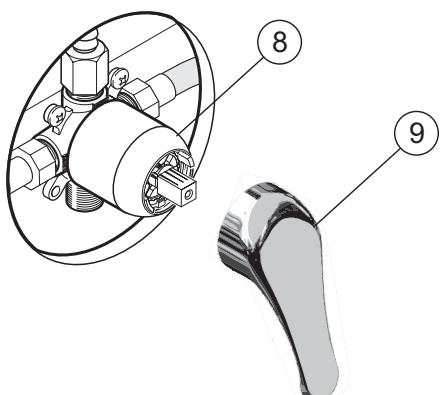

Fig. 2
Before proceeding with the final assembly, make sure plumbing is watertight. To proceed with testing, temporarily assemble lever (9) to faucet (Fig. 2) and turn water on.
Avant de terminer l'installation, assurez-vous que la plomberie est tout à fait étanche. Pour ce faire, assembliez temporairement la poignée (9) du robinet (Fig. 2) et ouvrez l'alimentation en eau.
Antes de terminar la instalación, asegúrese de que la fontanería sea perfectamente estanca. Para eso, ensamble temporalmente el puño (9) del grifo (Fig. 2) y abra la alimentación de agua.